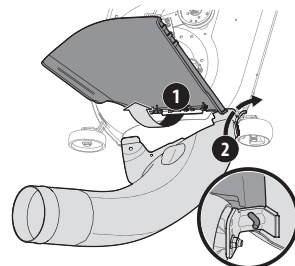

Figure 19
- Faites tenir le déflecteur d'éjection en position relevée (1), puis mettez la goulotte en place en insérant la tige de montage dans le trou prévu à cet effet sur le plateau de coupe (2). Voir Figure 19.